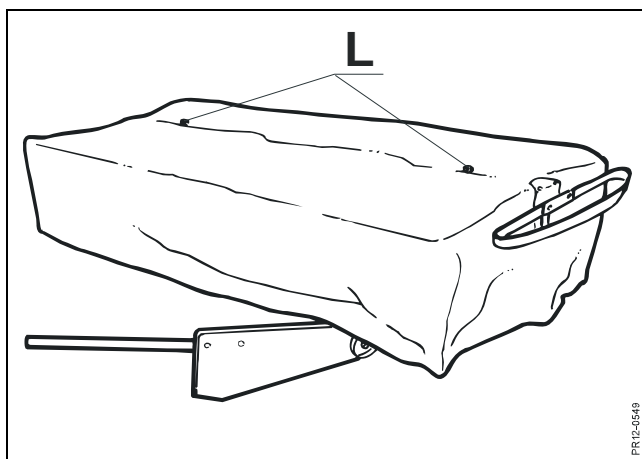

Fig. 1-14
Fig. 1-14 Højre skårplade monteres på ankerpladen. Beskyttelsesdugen trækkes ud over beskyttelsesbøjlerne og fastgøres til udliggerbommen med skruerne (L). Herefter kan sidebeskyttelsesbøjlen monteres for enden af udliggerbommen. Vægtstangen monteres i lommen foran på beskyttelsesdugen og fastgøres med en skrue.